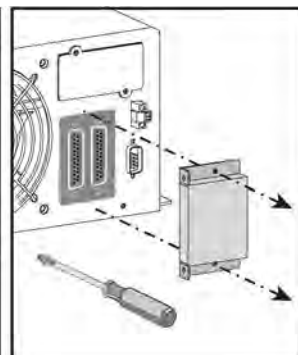

рис. 3.4.2.b
3. Гнёзда для подключения кабеля параллельной работы находятся под крышкой на задней стенке блока ИБП. Снимите защитную крышку (рис. 3.4.2.b).